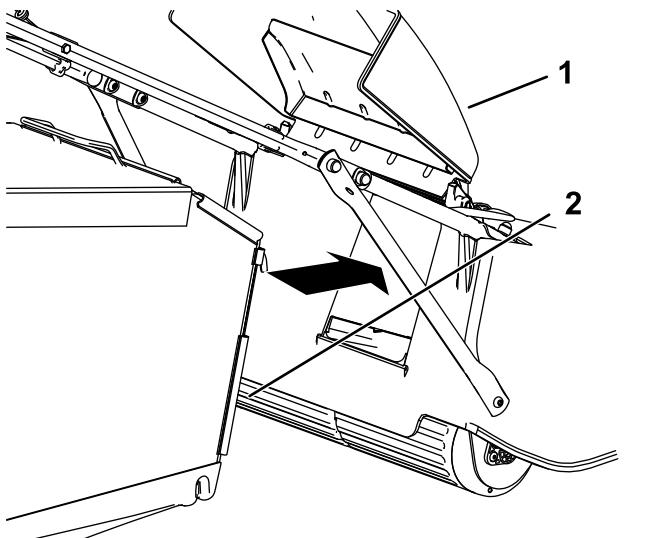

Figure 20
3. Accrochez le bac à herbe en place (Figure 20).